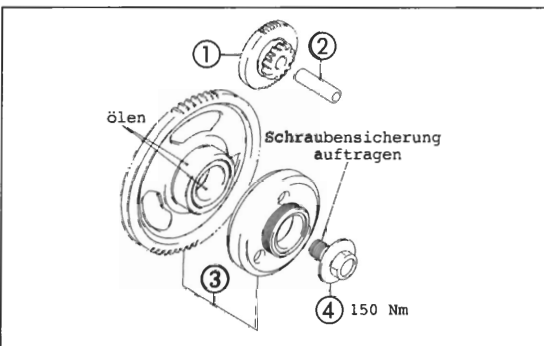

Bild 145
- Kurbelwellenstumpf mit Lsungsmittel entfetten. Freilaufgehuse komplett aufsetzen (Bild 145). Auf Gewinde der Befestigungsschraube flssige Dichtmasse auftragen.